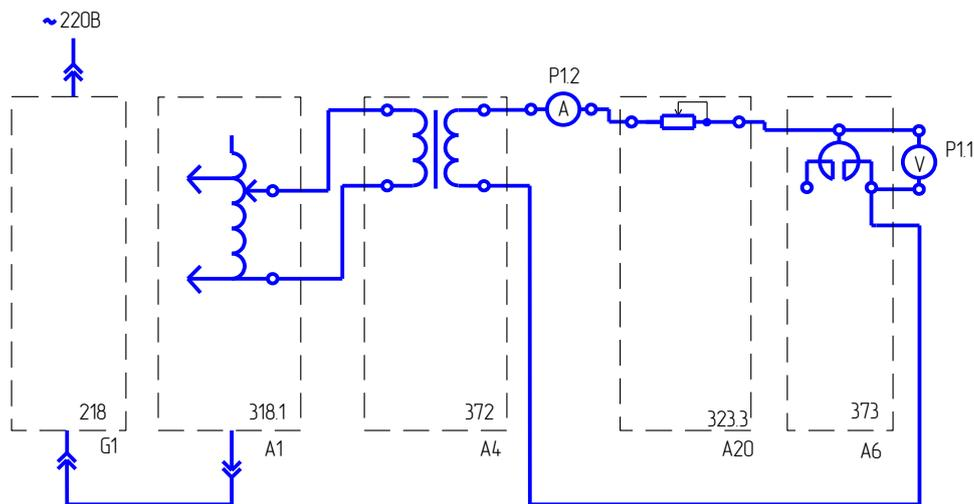
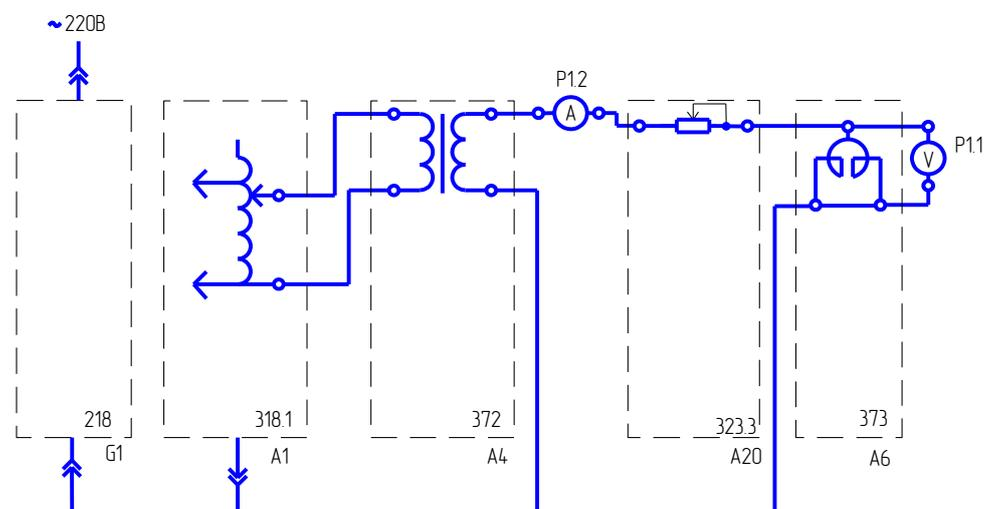
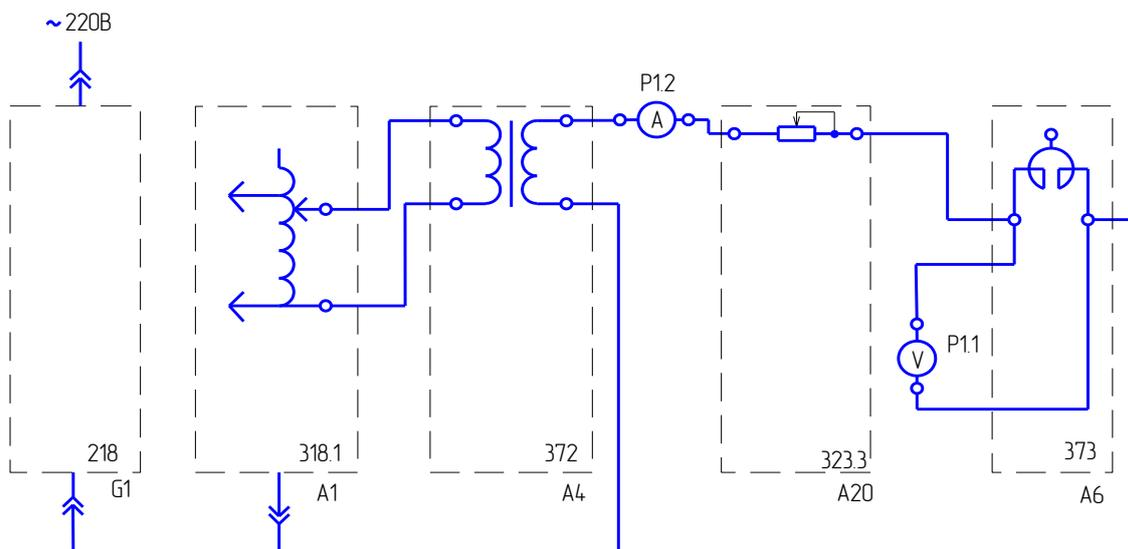

Рисунок 5.1 – Схема электрическая № 1 для выполнения лабораторной работы
Рисунок 5.2 – Схема электрическая № 2 для выполнения лабораторной работы
Рисунок 5.3 – Схема электрическая № 3 для выполнения лабораторной работы
3. Соедините аппаратуру в соответствии со схемой электрической соединений (рисунок 5.1 для определения индуктивного сопротивления реактора А6 без учета взаимной индуктивности, или рисунок 5.2 для определения индуктивного сопротивления реактора А6 с учетом взаимной индуктивности, или рисунок 5.3 для определения сквозного индуктивного сопротивления реактора А6).